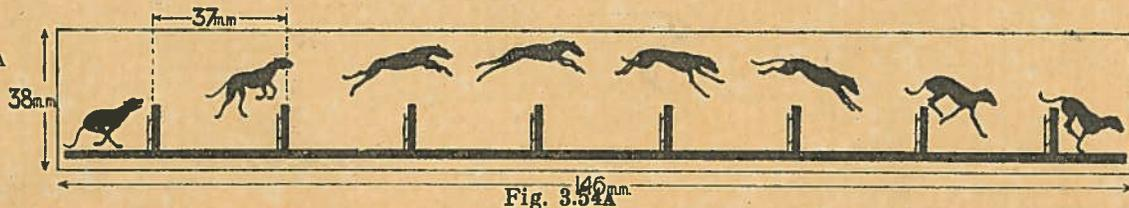

Fig. 3.54a
El tipo de dibujo que sirve para este modelo se ve en Fig. 3.54a, y las dimensiones indicadas, deben ser observadas cuidadosamente. No hay duda de que nuestros amiguitos podrán proyectar cuadros diversos por sí mismos. La tira rígida de papel blanco que lleva los dibujos se pone en el fondo del tambor como se indica en el punto (13), después de lo cual, el modelo está a punto de funcionar. El que acciona el aparato, pone el marco (10) sobre los ojos y mira a través de la parte estrecha, cuyas tiras se mantienen al espacio correcto mediante Soportes dobles. El tambor gira con rapidez debido a la manivela (4), y a medida que gira el perro que se ve en Fig. 3.54a salta por la palizada de manera muy real y divertida.